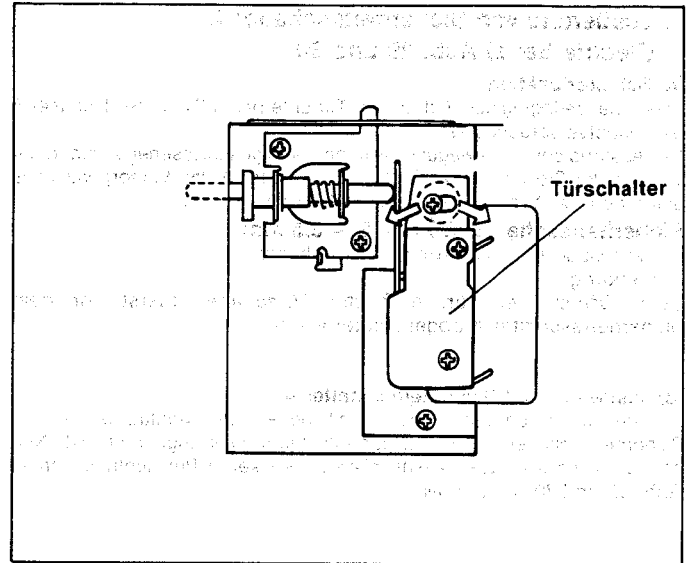

Abb. 33
3. Justierung des Türschalters (Rechte Seite) Abb. 33 und 34
2 Befestigungsschrauben lösen, mit denen der Montagewinkel vom Türschalter am Garraummontagewinkel befestigt ist. Nun den Türschalter einschließlich Winkel in Pfeilrichtung gemäß **Abb. 33 und 34** verschieben.